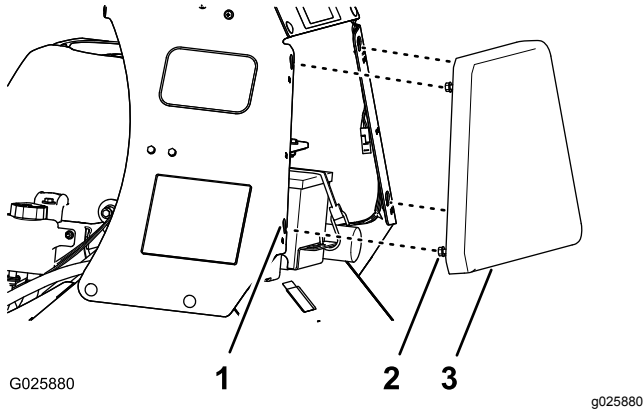

Figura 30
1. Afloje los 4 pernos con arandela prensada que sujetan el teclado en los paneles derecho e izquierdo de la consola (Figura 30).
2. Levante el panel acolchado de la consola (Figura 30) unos 13 mm ($\frac{1}{2}$ ").
3. Tire del teclado de la consola hacia atrás en línea recta y retire el teclado de la máquina (Figura 30).
1. Alinee los 4 pernos con arandela prensada en la cara hacia adelante del teclado de la consola con las 4 ranuras en forma de bocallave del bastidor de la consola (Figura 30).
2. Mueva el teclado hacia adelante hasta que el teclado quede a nivel con el bastidor de la consola (Figura 30).
3. Mueva el teclado hacia abajo hasta que los pernos con arandela prensada queden asentados en las ranuras en forma de bocallave (Figura 30).